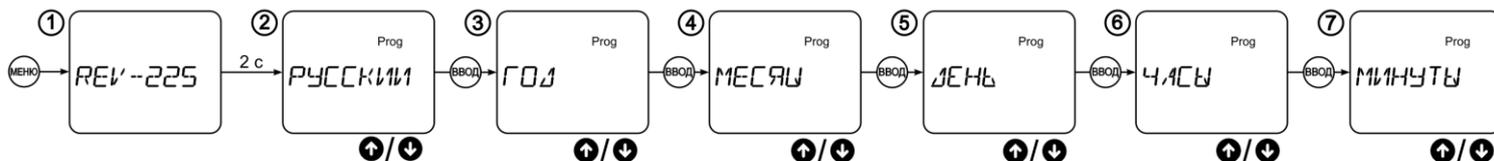

Рисунок 4 – Схема настройки изделия при первом включении
1) Нажать на кнопку **МЕНЮ** – при этом в течение 2 секунд на дисплее будет отображаться название изделия, затем РЭВ-225 предложит выбрать язык (рисунок 4 поз.2);